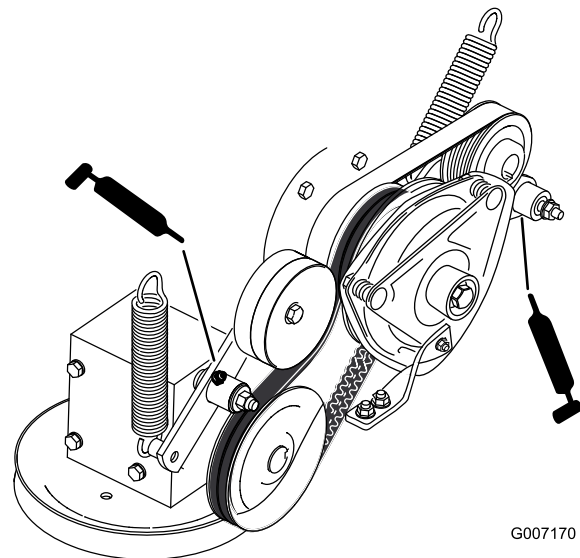

**Figura 54**
7. Lubrifique com massa os bocais nos braços (Figura 53 ou Figura 54).